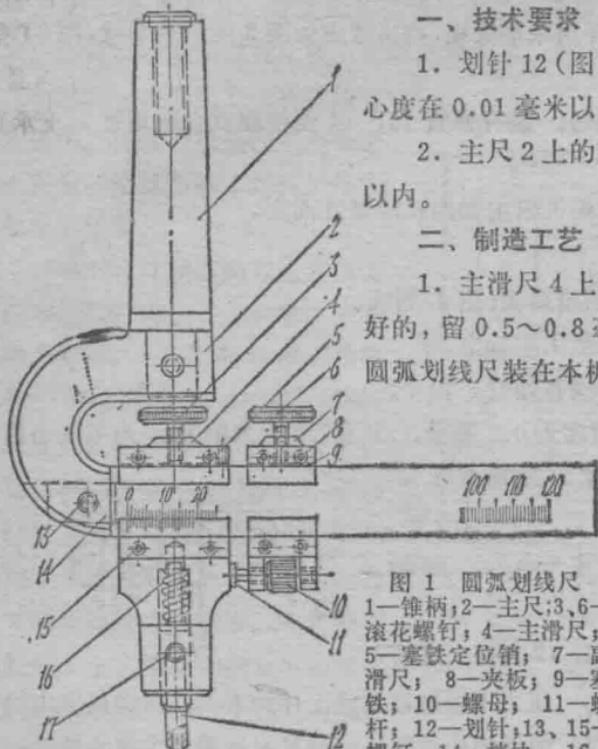

图1 圆弧划线尺
1. 划针12(图1)要与机床主轴同心，圆心度在0.01毫米以内。